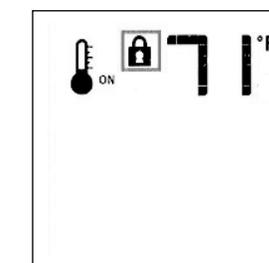

Figure 15.17. Verrouillage activé.
- Pour activer le verrouillage, appuyez en même temps sur les touches Mode et UP. Figure 15.17.